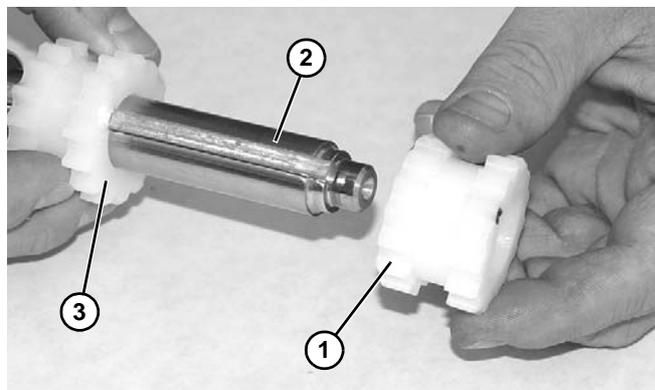

Figure 56
2. Installer le nombre requis de roues dentées (**Figure 56, élément 1**) sur le rouleau d'entraînement (**Figure 56, élément 2**).
3. Installer la roue dentée fixe (**Figure 56, élément 3**) sur la même position où elle se trouvait en s'assurant qu'elle s'engage bien dans la bande. Serrer la vis de fixation.